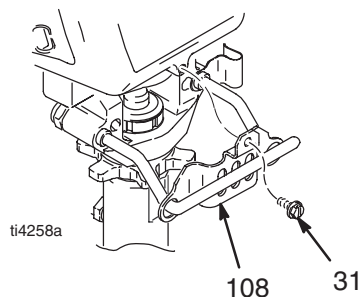

Fig. 8
1. Gennemskyl pumpen (13).
3. Fig. 8. Afmonter skruen (31), og skub pumpestangens skjold (108) fremad.
7. Fig. 8. Monter pumpestangens skjold (108) med skruen (31).